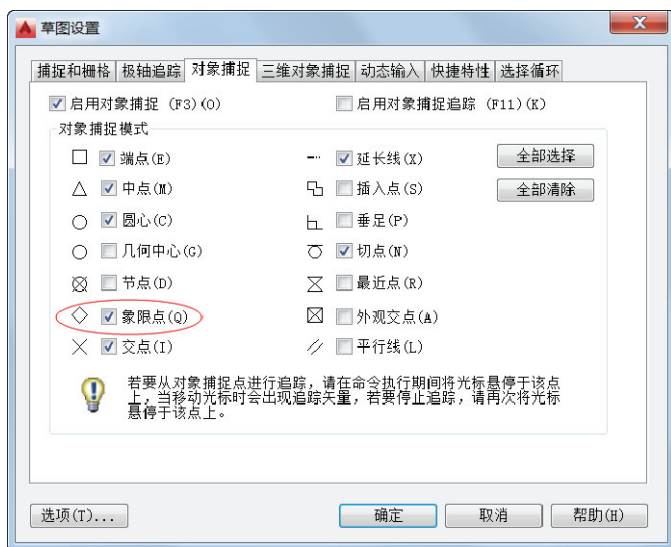

图 8-137 确保勾选“象限点”复选框
13) 设置象限点捕捉。在状态栏中单击“对象捕捉”按钮旁的“三角按钮”按钮, 接着选择“对象捕捉设置”命令, 打开“草图设置”对话框并自动切换到“对象捕捉”选项卡, 确定启用对象捕捉, 并在“对象捕捉模式”选项组中确保勾选“象限点”复选框, 如图 8-137 所示。在“草图设置”对话框中单击“确定”按钮。